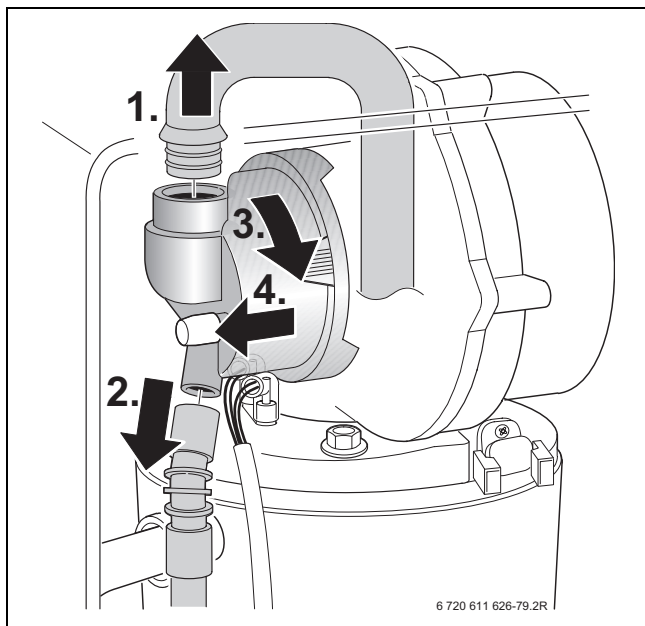
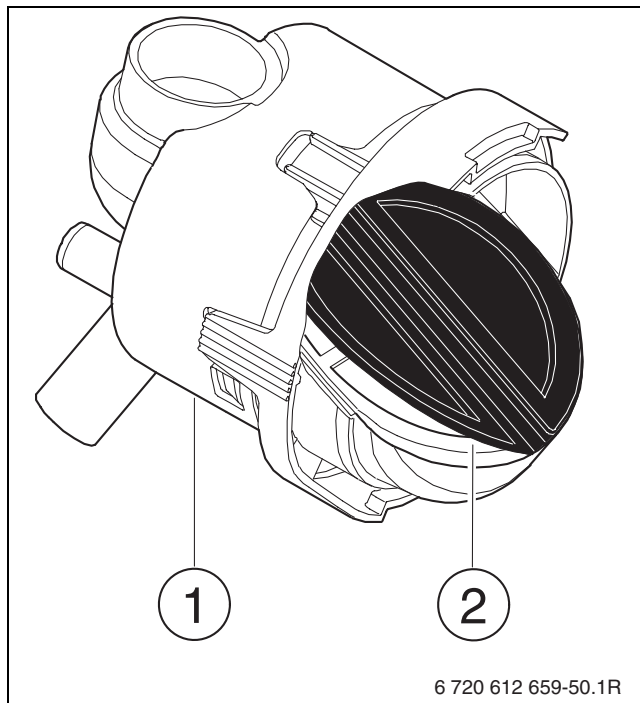

Fig. 51
Fig. 59
- ▶ Démontez le tube d'admission d'air et retirez le tuyau à gaz du dispositif de mélange, → figure 51.
- ▶ Démontez le mélangeur (fig. 59, [1]) comme indiqué sur la figure 51, pag. 48.